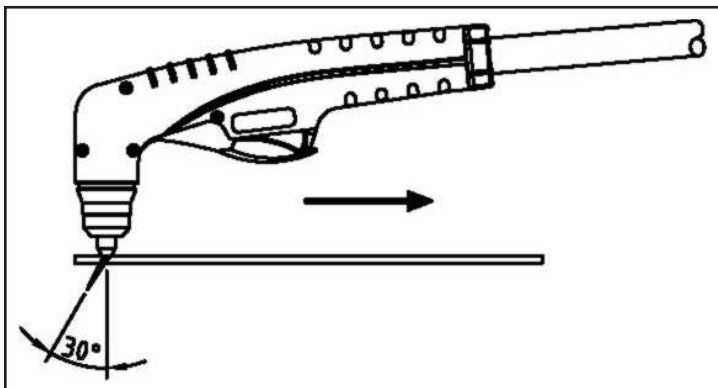

Abb. 17
- Die Schneidgeschwindigkeit ist richtig, wenn der Plasmalichtbogen einen Winkel von ca. 30° gegenüber der Senkrechten aufweist (Fig. 17). Wenn der Schneidvorgang unterbrochen wird obwohl der Kontrolltaster am Schneidbrenner betätigt ist, bildet sich ein neuer Pilotlichtbogen innerhalb von 3 Sekunden.